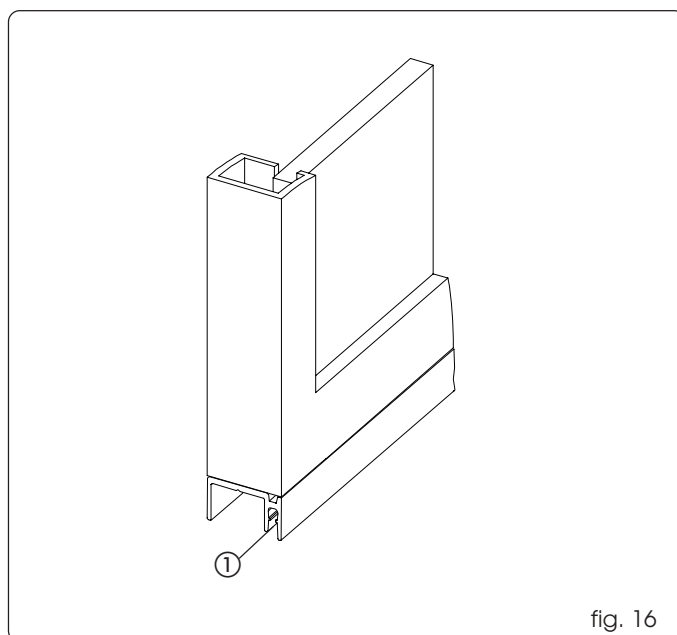

fig. 16
Tagliare il profilo di scorrimento inferiore della stessa lunghezza dell'anta e fissarlo sulla parte inferiore fig. 16.
Se previsto inserire lo spazzolino nell'apposita sede del profilo di scorrimento fig. 16 rif. ①.